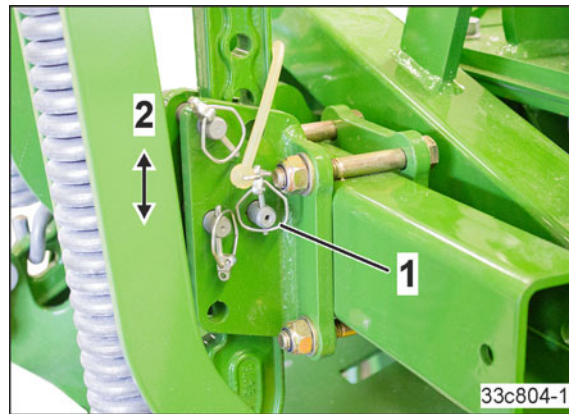

Рис. 116
1. Снимите шплинт с кольцом (Рис. 116/1)
5. Заблокируйте фиксирующий палец с помощью шплинта (Рис. 116/1).
4. Удерживая следорыхлитель за выемку, извлеките его из крепления (Рис. 116/3).
- Удерживая следорыхлитель за выемку, переместите его в требуемое положение (Рис. 116/3).